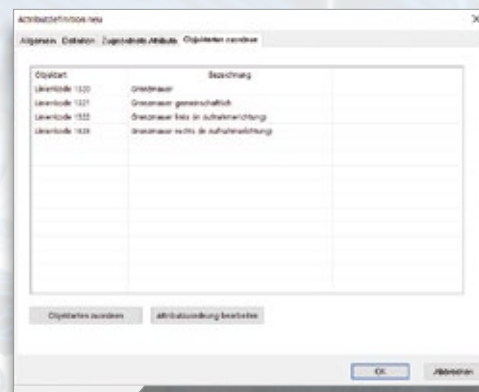

Bild 3: Um den Prozess für weitere Objekte zu automatisieren, müssen die Attribute entsprechend zugeordnet werden.
3. Damit das Attribut bei den gewünschten Objekten automatisch angelegt wird, müssen Sie diejenigen Objektarten in dem Tabreiter Objektarten zuordnen hinzufügen, für die das Attribut vorgesehen sind. In diesem Beispiel sind das die Linien mit den Kodierungen zu Grenzmauern. Jeder Linie mit dem ausgewähltem Code wird das Attribut zugeordnet, siehe Bild 3.